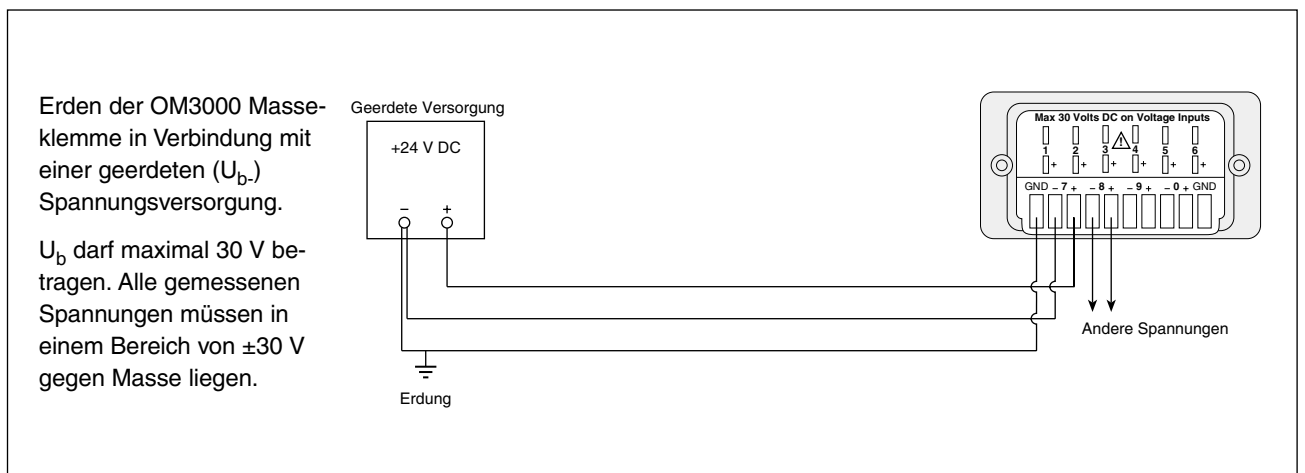

Abbildung C-3. Geerdete Spannungsversorgung
1. Da die Masseklemme des OM3000 (GND) mittig innerhalb des differentiellen Spannungsbereichs liegt, darf die Spannung einer geerdeten Spannungsversorgung nicht mehr als 30 V betragen, wenn die Erdung oder Masse der Spannungsversorgung an die GND-Klemme des OM3000 angeschlossen wird. So darf die Ausgangsspannung der Spannungsversorgung in Abbildung C-3 z. B. nicht 48 V betragen.